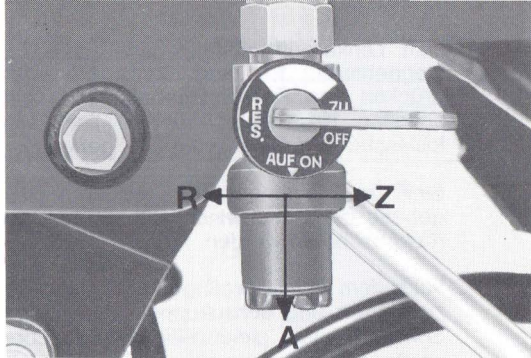

Bild 6
- 13 = Kraftstoffhahn (verd., s. Bild 6)
Kraftstoffhahn (Bild 6)
Kraftstoffhahn (Bild 6) schließen (Stellung Z). Zündung durch den Zünd-/Lichtschalter (1/2) abstellen. (Siehe Zündschloß.)